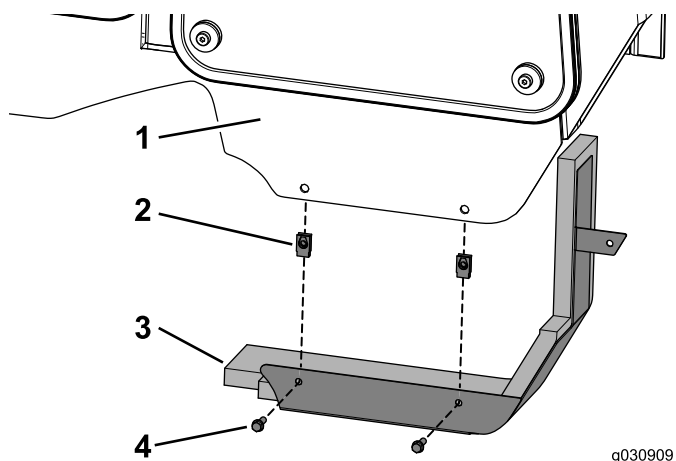

Рисунок 29
1. Установите две гайки с зажимами на раму кабины (Рисунок 29).